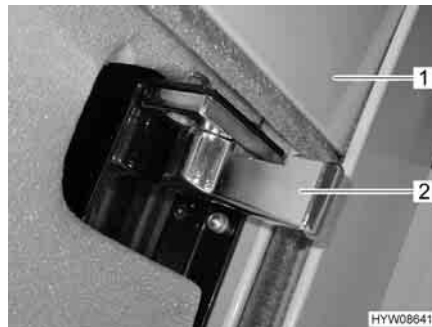

Fig. 41 Chiusura di sicurezza oscurante a rullo
- Premere e tenere premuto il pulsante basculante (Fig. 39,1 o Fig. 40,1) finché l'oscurante a rullo (Fig. 41,1) ha raggiunto la posizione più alta.
- Sui entrambi i lati, ruotare spingendo indietro (Fig. 41) la chiusura di sicurezza (Fig. 41,2).